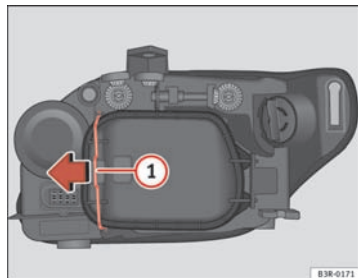

Fig. 214 Feu de position (côté intérieur véhicule)
- Déplacez le tirant ⇒ fig. 214 ① dans le sens de la flèche et retirez le couvercle rigide en séparant d'abord le côté du tirant et en ôtant ensuite les deux languettes de l'autre extrémité du couvercle.